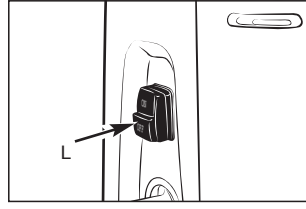

Fig. 1H
8. Turn on the machine by moving the switch to the ON position (L). (Fig. 1H). Your pressure cleaner is fitted with Auto Start/Stop feature. This means the motor and pump will start only when the trigger lever is pressed and shut off when it is released.
8. Mettez la machine en route en plaçant l'interrupteur sur la position marche (ON) (L). (Fig. 1H). Votre nettoyeur haute pression comporte une fonction Marche/Arrêt automatique. Cela signifie que le moteur et la pompe ne démarrent que lorsque vous appuyez sur la gâchette et s'arrêtent lorsque la gâchette est relâchée.